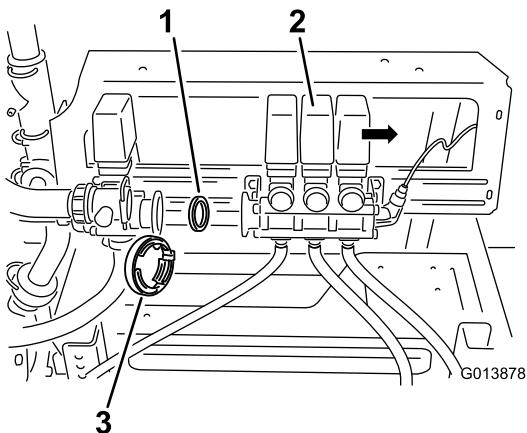

図5
3. ブームバルブ・アセンブリを、掛拌バルブから注意深く取り外す図5。
4. バルブボディについている既存のガスケットを外す(図5)。